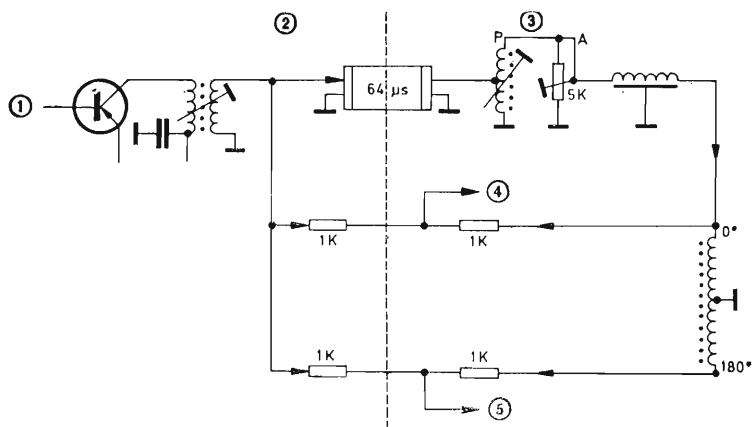

Fig. 15 - (1) = Segnale colore a FI; (2) = Segnale non ritardato; (3) = Segnale ritardato; (4) = Demodulatore U; (5) = Demodulatore V.
La fig. 15 riporta lo schema di principio del decodificatore PAL. Gli elementi di taratura relativi sono una bobina ed un potenziometro. Con questi due elementi il segnale ritardato viene adattato in ampiezza e fase al segnale non ritardato. Il potenziometro è indicato con *A* (regolatore dell'ampiezza) e la bobina con *P* (regolatore della fase).
V) giunge il segnale non ritardato a 4,43 MHz  $V_o$  con la fase  $\sin \omega t$ . Contemporaneamente il segnale ritardato della riga precedente arriva dall'uscita della linea di ritardo attraverso i due regolatori A e P di fig. 15, al trasformatore. Sul lato V del trasformatore il segnale a 4,43 MHz viene ruotato di  $180^\circ$  e quindi arriva al punto di somma con la fase  $\sin(\omega t + 180^\circ)$ . A questo punto i due segnali, quello ritardato e quello non ritardato, sono ruotati fra di loro di  $180^\circ$  ed avendo la stessa ampiezza nel punto di somma V si elidono. Come già detto i due segnali devono avere la stessa fase in quanto la rotazione costante di  $180^\circ$  è garantita dal trasformatore. Se non vengono rispettate le condizioni di uguaglianza di ampiezza e di fase rimane una componente residua a 4,43 MHz che si vede sull'oscilloscopio. Con i regolatori A e P è in ogni caso possibile ottenere le prescritte caratteristiche di funzionamento cioè la compensazione tra segnale ritardato e non ritardato.
Per la taratura dei demodulatori sincroni è essenziale, indipendentemente dal tipo di generatore di colore, intervenire nel decodificatore PAL. Il segnale ritardato deve essere sconnesso dai punti di somma. Nella fig. 15 questo può essere fatto nel modo più semplice ruotando il regolatore d'ampiezza *A* verso il cortocircuito. Equivalentemente si può in ogni caso cortocircuitare l'uscita della linea di ritardo mediante un filo molto corto (4,43 MHz) fig. 15, 16, 17.